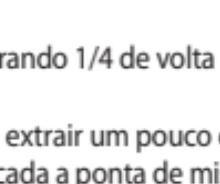

Fig. 3
- Inserir a ponta de mistura com preciso movimento, de tal modo que o entalhe em forma de „V”, situado na base colorida, permaneça alinhado com o entalhe em forma de „V”, situado no alojamento do cartucho. Para prender a base colorida, e não a ponta de mistura, girar a base da ponta de mistura 1/4 de volta para a direita (no sentido horário) (Fig. 3).